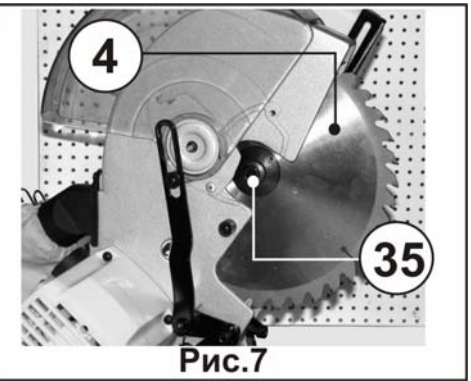
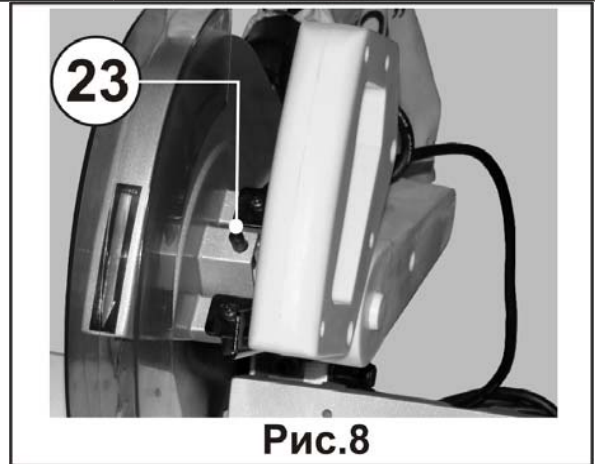

Рис.7
Рис.8
8.3.4. Установите переходное кольцо и пильный диск (4), Рис. 7, на шпindel.
8.3.5. Установите винт (35) шпинделя, Рис. 7, в шпindel, ввинчивая его до отказа рукой в направлении против часовой стрелки. После чего прилагаемым ключом затяните винт (35), одновременно нажимая на кнопку блокировки шпинделя (23), Рис. 8, тем самым удерживая шпindel от вращения.